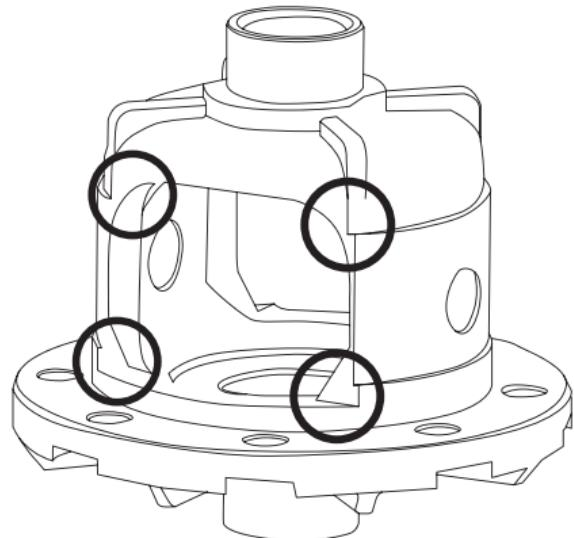

Рис. 2
5. В местах, отмеченных на Рис. 2, необходимо снять часть металла, используя круглый напильник. (см. раздел Инструменты).